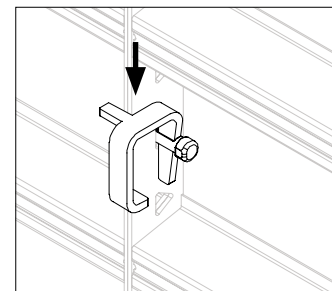

Fig. A4.01c
3. Martellare il cuneo – 2-3 colpi di martello con forza normale. (Fig. A4.01c)